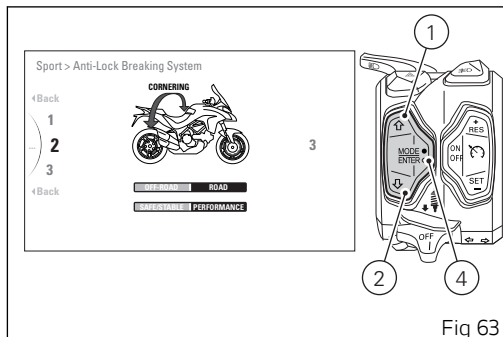

Fig 63
Con i pulsanti (1) e (2) selezionare il nuovo livello di intervento desiderato. Per ogni livello evidenziato, viene visualizzato (evidenziato con sfondo nero) il corrispondente valore abbinato nella tabella centrale. Inoltre viene indicato il livello di intervento del sistema frenante in colore Azzurro: la scritta "**FRONT ONLY**" (Fig 62) per solo freno anteriore attivo, la scritta "**CORNERING**" (Fig 63) per funzione Cornering attiva.